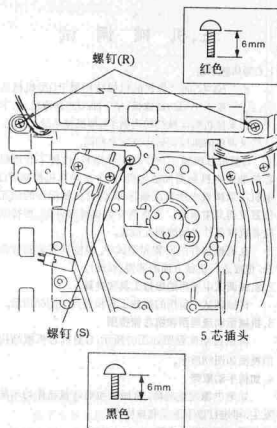
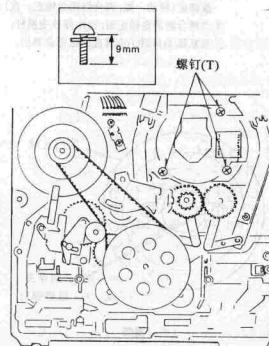

图59
图60
- 步骤: ①如图59所示,旋出2个螺钉(R),取出磁头放大器;
- ②旋出1个螺钉(S),取出地线;
- ③拔出鼓驱动电路板上的5芯插头;
- ④如图60所示,旋出3个螺钉(T),取出鼓电机(包括鼓电机上的鼓驱动电路板)。
- ⑤在安装新的鼓电机时,首先旋上3个螺钉(T),安上地线,再旋上1个螺钉(S),重新安上磁头放大板和5芯插头,旋上2个螺钉(R)。